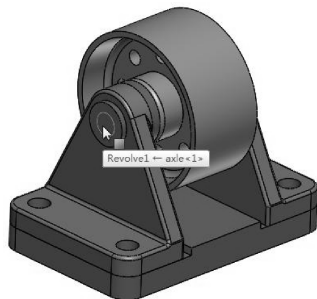
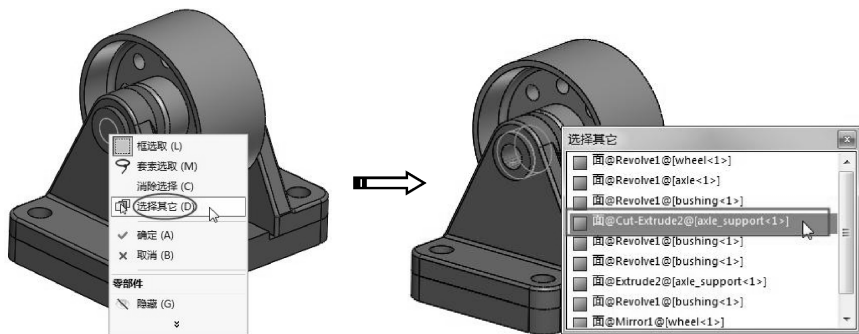

图 5-58 右键选择轴
图 5-59 选择测量起点
- 在图形区域中用右键单击轴的中心，选择【选择其他】命令，然后选择 Axle_ support <1> 上镗孔的面，如图 5-58、图 5-59 所示。